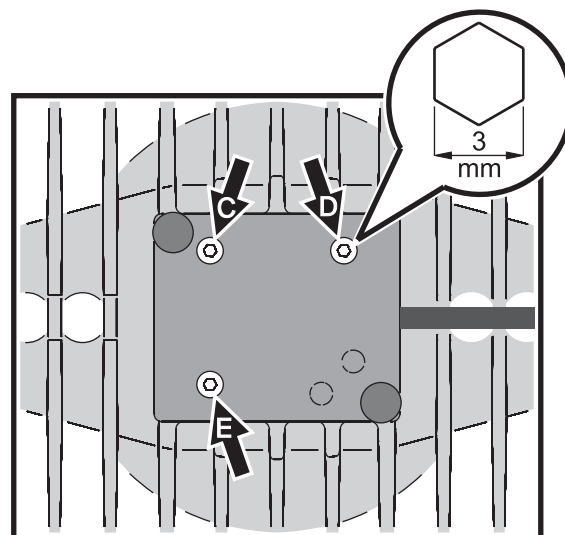

Figure 3: Vis de réglage de lampe
- Voir Figure 3. Agissez sur les vis Allen de 3 mm **C**, **D** et **E** pour uniformiser le faisceau.